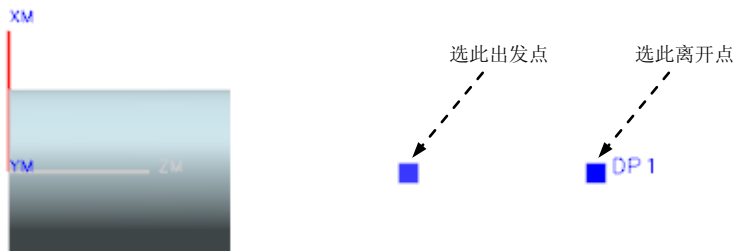

图 7.4.16 选出发点 and 离开点
Step2. 在“非切削移动”对话框中选择 **逼近** 选项卡, 然后在 **出发点** 区域 **点选项** 下拉列表中选择 **指定** 选项, 在模型上选取图 7.4.16 所示的出发点。
Step3. 在“非切削移动”对话框中选择 **离开** 选项卡, 在 **离开刀轨** 区域 **刀轨选项** 下拉列表中选择 **点** 选项, 采用系统默认参数设置, 在图形区选取图 7.4.16 所示的离开点。